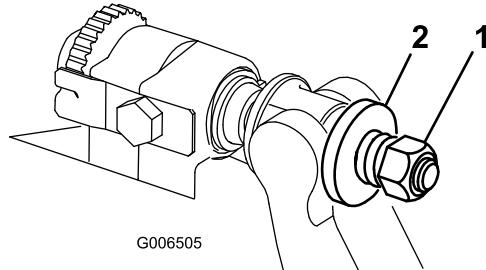

Figura 30
- Aperte a porca da mola tensora até que a mola fique recolhida; em seguida, desaperte meia volta (Figura 30).